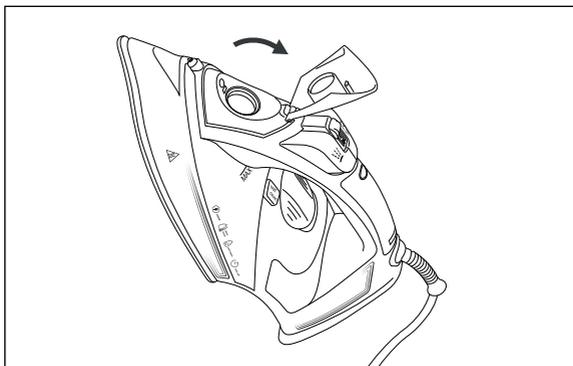

Fig. 3
- 2) Hold dampstrygejernet skråt med hånden, og åbn låget til påfyldningsåbningen **Easy-Fill** ② (se fig. 3).